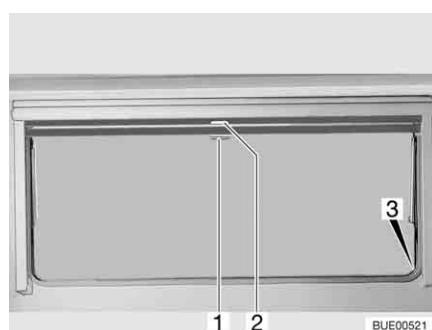

Fig. 36 Finestra apribile
- Tirare verso il basso l'oscurante a rullo accompagnandolo con la maniglia (Fig. 36,2). Quando si chiude completamente l'oscurante a rullo esso va agganciato da entrambi i lati al telaio della finestra nell'apposito elemento di fissaggio (Fig. 36,3).
- Quando l'oscurante a rullo è completamente chiuso: Spingere la maniglia (Fig. 36,2) verso il basso tirandola leggermente verso l'interno. Sganciare l'oscurante a rullo dagli elementi di fissaggio a destra e a sinistra del telaio della finestra.
- Quando l'oscurante a rullo si trova in posizione intermedia: Tirare la maniglia (Fig. 36,2) leggermente verso il basso finché l'elemento di fissaggio non si è sganciato.
**Chiusura:** ■ Tirare la maniglia (Fig. 36,1) della zanzariera a rullo verso il basso e agganciarla all'elemento di fissaggio (Fig. 36,3) su entrambi i lati del telaio della finestra.
**Apertura:** ■ Spingere la maniglia (Fig. 36,1) verso il basso tirandola leggermente verso l'interno. Sganciare la zanzariera a rullo dagli elementi di fissaggio a destra e a sinistra del telaio della finestra.